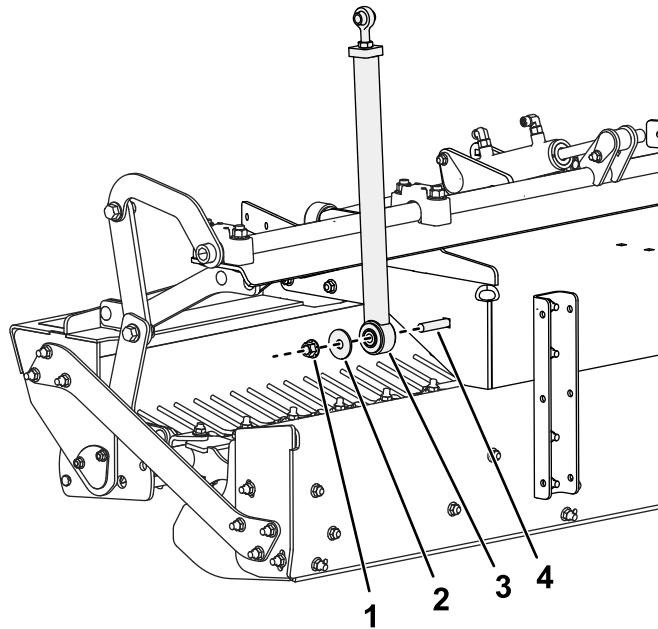

Figura 1
1. Instale, pero no apriete, la parte inferior de un acoplamiento de elevación en el bastidor usando un perno de cuello cuadrado ( $\frac{1}{2}$ " x 2 ½"), una arandela de empuje y una contratuerca (Figura 1).